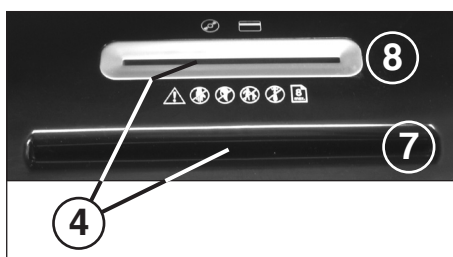

Fig. 2
- 4 = Fotocellula (avanzamento) (Fig. 2)**
- 7 = Vano di alimentazione carta (Fig. 2)**
- 8 = Vano di alimentazione carta di sicurezza (Fig. 2)**
Inserire **carta** nella taglierina attraverso il vano di alimentazione (7) (Fig. 2).
Inserire nella taglierina i **supporti dati** (CD, DVD oppure carte di credito) singolarmente attraverso il vano di alimentazione di sicurezza posizionato separatamente (8) (Fig. 2).